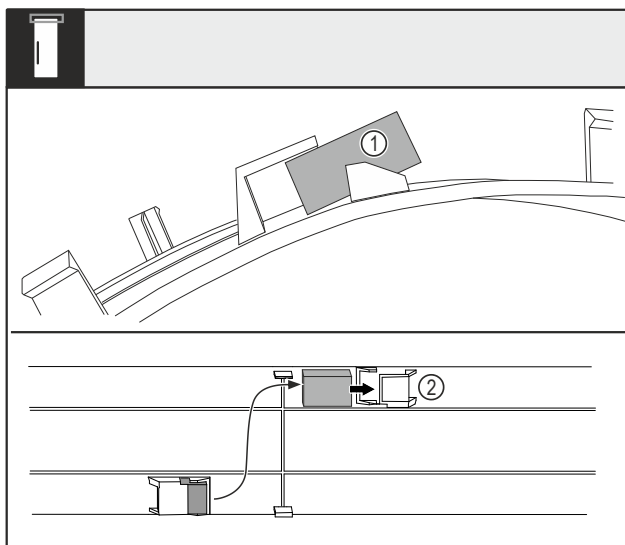

Fig. 15
- Doble la cubierta y extraiga el imán de la puerta Fig. 15 (1) de la cavidad.
- Inserte el imán de la puerta en la otra cavidad Fig. 15 (2).